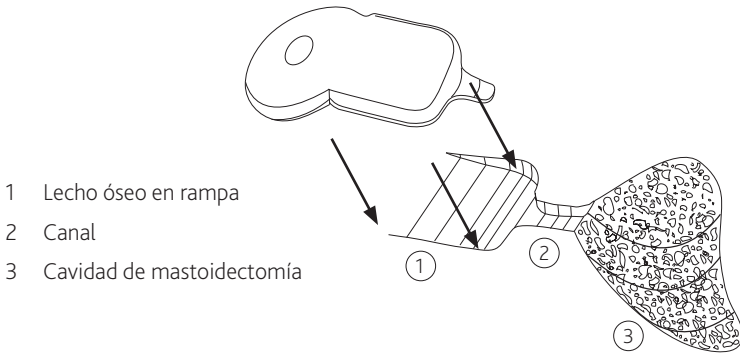

Figura 14: Lecho óseo en rampa, canal del electrodo y mastoidectomía
5. Perfore un canal para conectar el lecho óseo y la cavidad mastoidea (consulte Figura 14). El canal ayuda a proteger el electrodo de traumatismos.